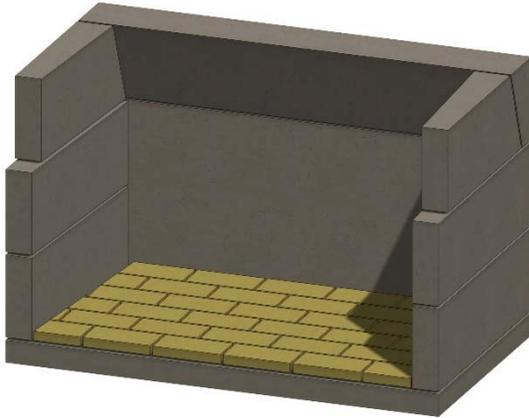

Figure 15. Brique réfractaire de plancher
H. Revêtir la chambre de combustion, en utilisant des briques réfractaires fendues et des joints de mortier de 1/4 pouce. Installez d'abord la brique réfractaire sur le plancher, avec un demi-pouce de Stone Age Multi-Purpose Ready-Mix ou d'un autre mortier haute température. Voir la figure 15.